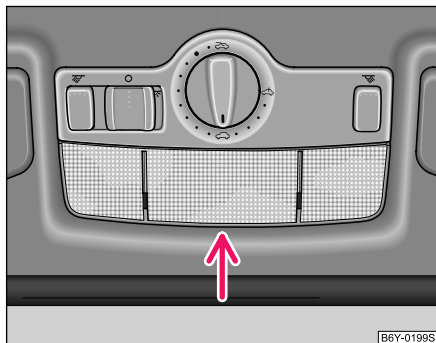

Abb. 162 Innenleuchte ausbauen
- Ziehen Sie die Streuscheibe (siehe Pfeil) nach unten vom Gehäuse ab ⇒ Abb. 162.